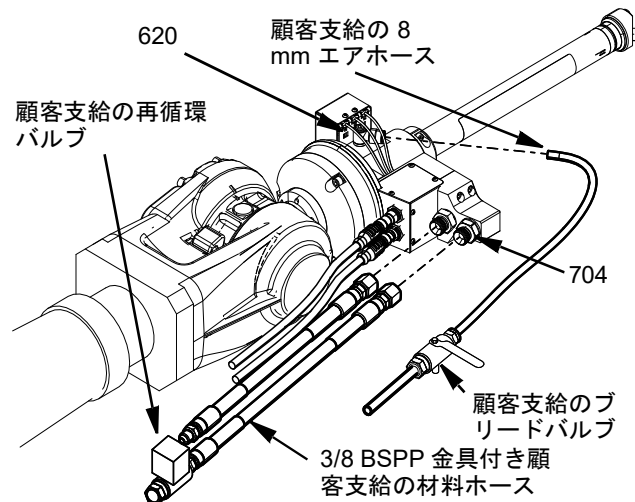

図 6
エア供給は、8 mm のポリウレタンホースを、スイベルハウジング (619) の側面にあるエルボースイベル金具 (620) に取り付けることで、Switch 3D ガンに接続します。お客様はエアブリードバルブをエア供給と Switch 3D ガン接続との間に取り付ける必要があります。以下を参照してください：図 6 を参照ください。
材料供給ホースおよびリターンホースは 3/8 BSPP コネクタを使用します。材料供給ホースは「入り口」と書かれているポートに接続されます。材料リターンホースは「リターンインレット 2」と書かれているポートに接続されます。(循環が選択されていない場合、リターンインレット 2 ポートは 3/8 BSPP プラグ (132879) で接続されます。デュアル材料が選択されている場合、両方の接続がインレットになります (リターン不可)。以下を参照してください：図 6 を参照ください。
- スイベルチャンバー部品ページ 28 に表示されているソレノイドバルブ (613) が適切に動作していることを確認するために、ロボットのペンダントから各バルブを開閉し、ピストンの動作音を聞いて確認します。
- 顧客支給の再循環バルブを開き、材料リターン内に閉じ込められたエアがすべて除去されるまで材料をバルブからパージします。以下を参照してください：図 6 を参照ください。
3. 顧客支給のブリードバルブを遮断することによりエアラインのエア圧力をすべて開放します。以下を参照してください：図 6 を参照ください。
4. ノズルチップまたは材料ホースが詰まった、あるいは上記ステップを行った後で圧力が完全に開放されていない場合は、顧客支給の材料ホースを 3/8 in. BSPP インレット取り付け金具 (704) から非常にゆっくり緩めます。(図 6 を参照してください)。